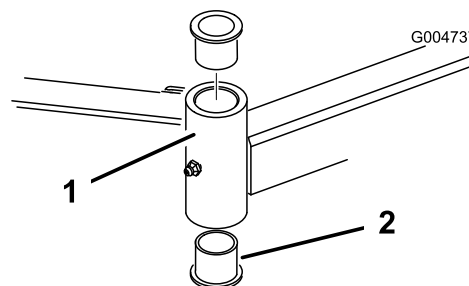

Figura 77
- Inserite un punteruolo nella parte superiore o inferiore del tubo di fissaggio, e spingete la boccola fuori del tubo (Figura 77). Estraete dal tubo anche l'altra boccola. Pulite l'interno dei tubi di fissaggio.